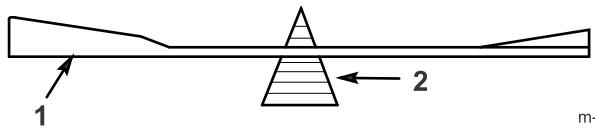

Figura 41
2. Verifique el equilibrio de cada cuchilla colocándola sobre un equilibrador de cuchillas (Figura 41). Si la cuchilla se mantiene horizontal, está equilibrada y puede utilizarse. Si la cuchilla no está equilibrada, rebaje algo de metal de la parte posterior de la cuchilla con una lima. Repita este paso hasta que cada cuchilla esté equilibrada.